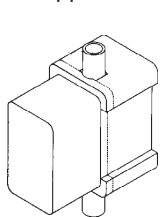

Abb. 1
4. Hartschaumverpackung wieder auf den SYRomat aufsetzen und verkleben (Abb. 1).